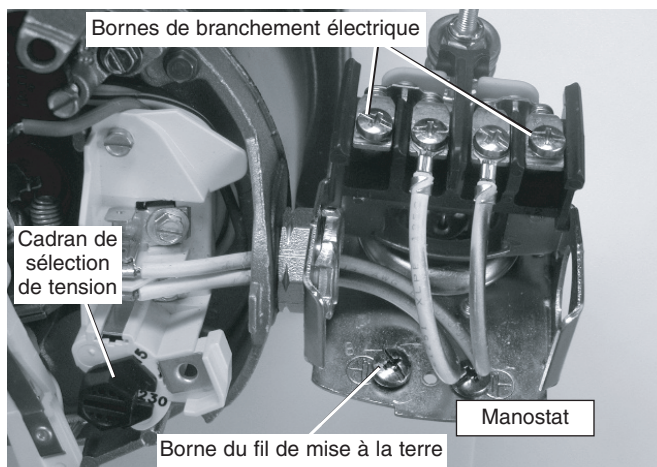

Figure 11 : Tension réglée à 230 volts sur sélecteur à cadran
3. Fixer les fils d'arrivée de courant aux deux vis extérieures du manostat (figure 11).
4. Relier le fil de terre aux bornes de raccord de mise à la terre (figure 11).